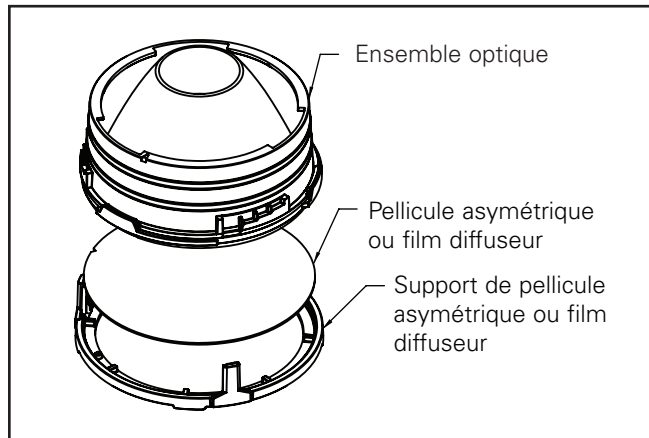

Figure 17
6. Pour installer la pellicule asymétrique, suivez les étapes 1 à 5 de la configuration asymétrique. (Figure 17)